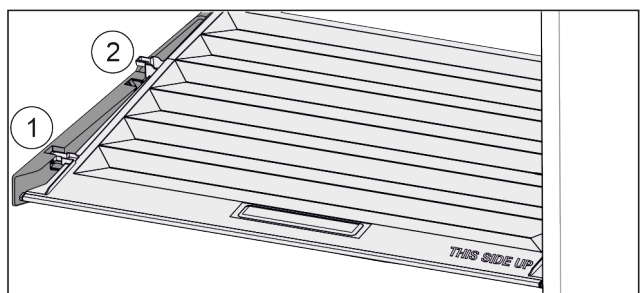

Fig. 119
- ▶ Потянуть крышку до отверстия в поддерживающих деталях вперед Fig. 119 (1).
- ▶ Поднять сзади снизу и извлечь Fig. 119 (2) движением вверх.